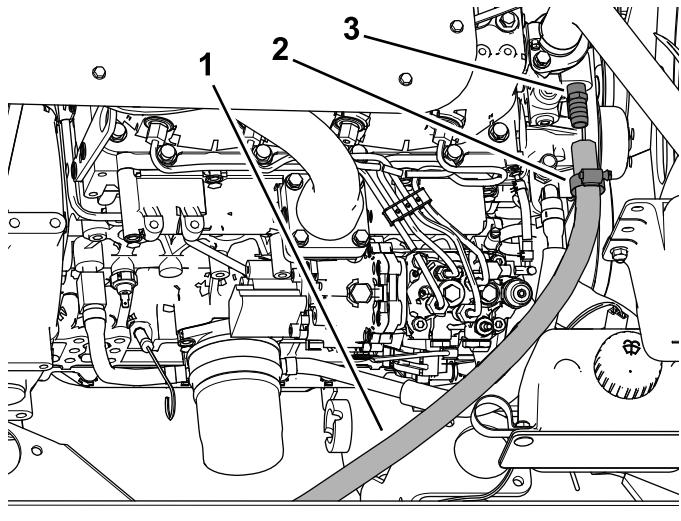

図 39
5. 供給側ホースにクランプを通し、このホースを図 39に示すようにフィッティング 3/8 NPT x 0.625 バーブに接続する。